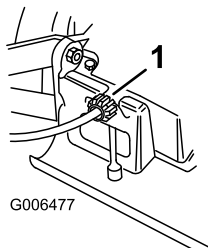

Figure 25
Si la tondeuse ne se propulse pas automatiquement ou a tendance à avancer quand la barre de commande de la lame est à **plus** de 38 mm (1,5 po.) du guidon, réglez le bouton de réglage de la transmission à l'arrière du boîtier d'engrenages (Figure 25).
2. Tournez le bouton de commande de 1/2 tour dans le sens horaire si la tondeuse n'avance pas automatiquement. Si la tondeuse a tendance à avancer, tournez le bouton de 1/2 tour dans le sens antihoraire pour détendre la courroie (Figure 25).